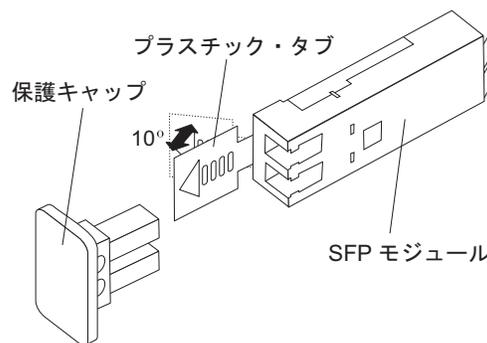

図 27. SFP モジュール・ラッチのアンロック - プラスチック・タブの場合
- プラスチック・タブが入っている SFP モジュールの場合は、図 27 に示すように、プラスチック・タブを外側に 10° 引いて SFP モジュールのラッチをアンロックします。